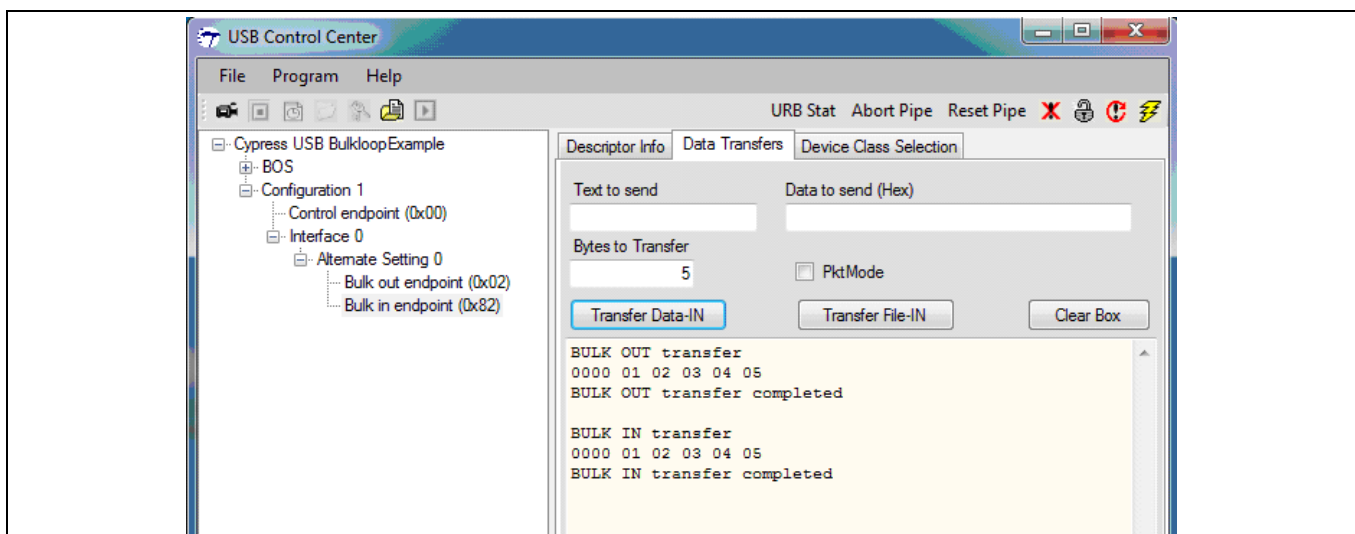

Figure 25 BULK IN 転送
- BULK ループプログラムは、対応して番号付けられた IN エンドポイントを使って OUT エンドポイントで受信したデータを返します。BULK IN 転送を実行するには、左のペインに表示される **BULK in endpoint (0x82)** を選択します。転送するバイト数を **Bytes to Transfer** フィールドに入力します。**Transfer Data-IN** をクリックします。Figure 25 に、IN エンドポイント (0x82) に同じ 5 バイトが返されたことを示します。